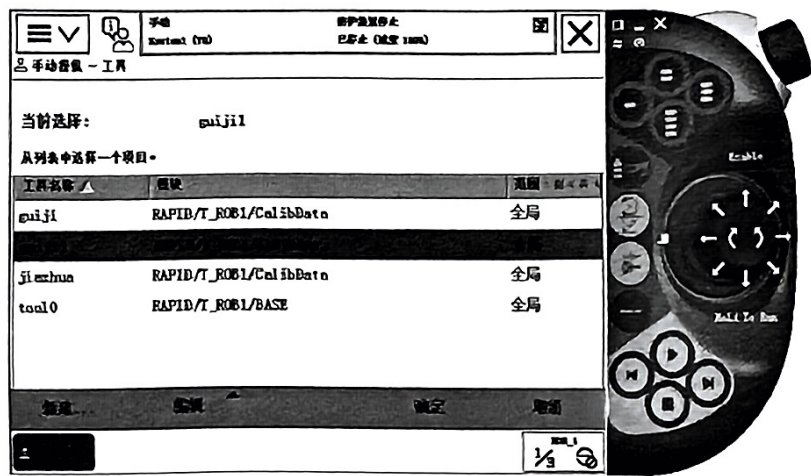

图 2-91 步骤 8)
8) 选中 gui11，单击“编辑”菜单中的“定义”，如图 2-91 所示。